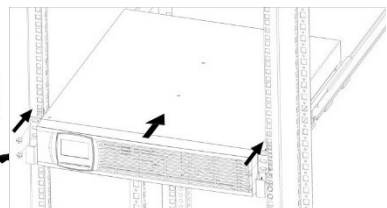

Abbildung 10: Montage im Rack
6. Befestigen Sie die Montagewinkel der USV-Anlage und der Batteriepakete am Rack (siehe Abbildung 10).